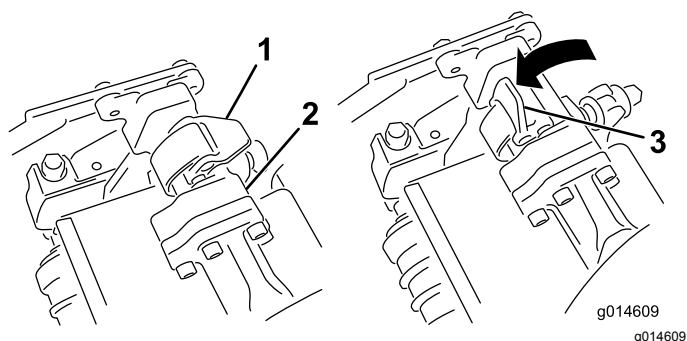
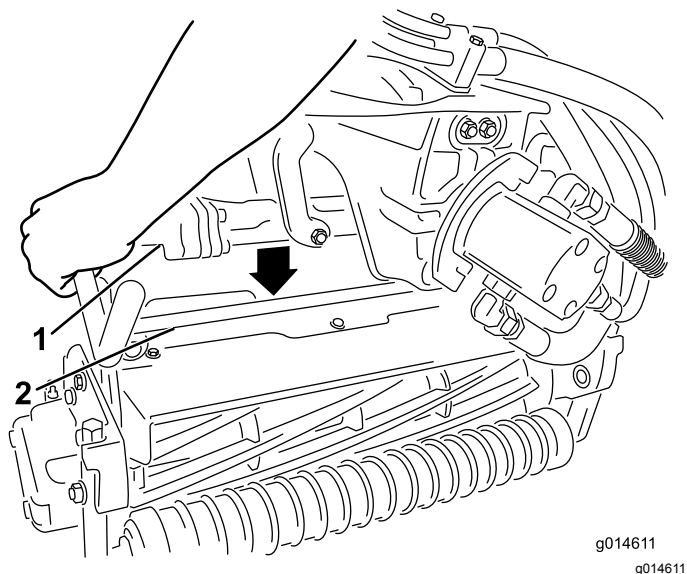

Figura 43
Figura 44
3. Con i fermi del braccio di sospensione rivolti verso l'alto (cioè aperti) (**Figura 43**), premete il braccio di sospensione verso il basso in modo che la barra si inserisca nella barra della parte superiore dell'apparato di taglio (**Figura 44**).
4. Chiudete i fermi spostandoli verso il basso e attorno alla barra dell'apparato di taglio, quindi bloccateli in posizione (Figura 43).
4. Aprite i fermi sulla barra del braccio di sospensione dell'apparato di taglio che state rimuovendo (Figura 43).